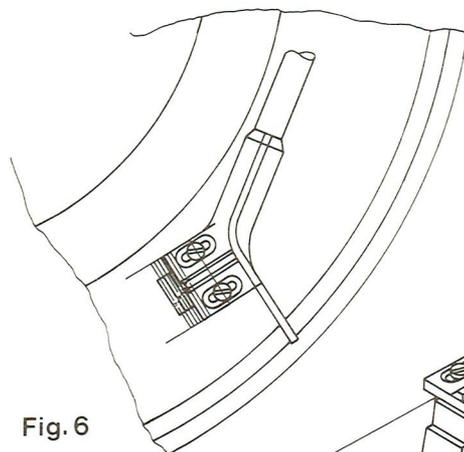

Fig.6
1. Oter le folio du gabarit et placer celui-ci sur le plateau (Fig. 6).